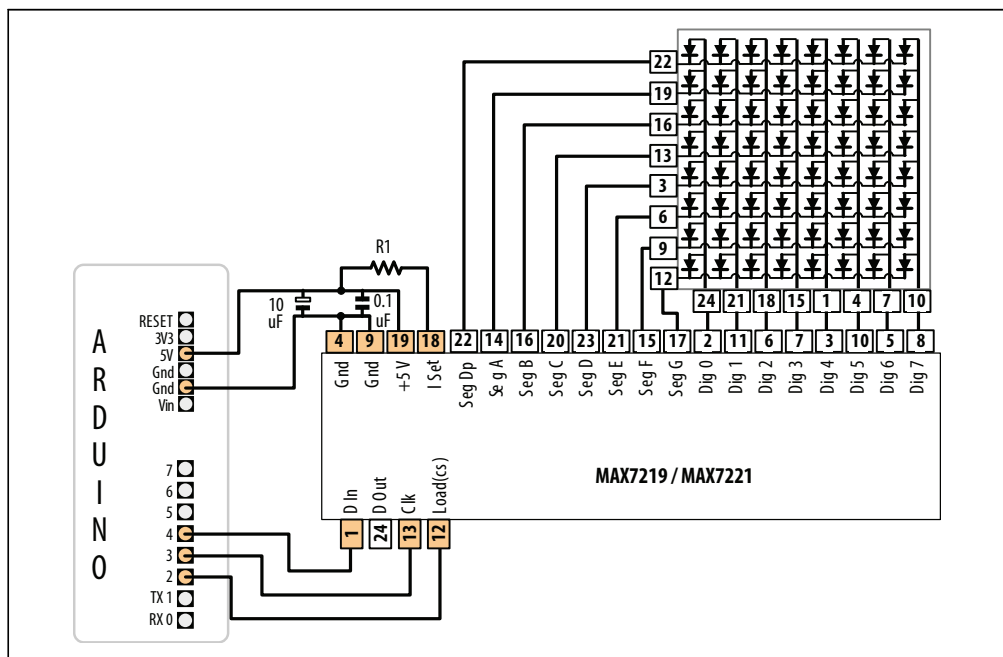

Abbildung 7-15: Ansteuerung einer 8×8-LED-Matrix mit einem MAX72xx
Wie in Rezept 7.12 kann man ein Schieberegister auch nutzen, um die Anzahl der Pins zu reduzieren, die zur Ansteuerung einer LED-Matrix benötigt werden. Diese Lösung nutzt die beliebten LED-Treiber MAX7219 oder MAX7221. Schließen Sie den Arduino, die Matrix und den MAX72xx wie in Abbildung 7-15 an.
Der Widerstand (mit der Bezeichnung R1 in Abbildung 7-15) wird verwendet, um den Maximalstrom zu kontrollieren, der die LED antreibt. Das MAX72xx-Datenblatt enthält eine Tabelle, die eine Reihe von Werten aufführt (siehe Tabelle 7-3).
Die grüne LED in der LED-Matrix aus Abbildung 7-15 hat eine Fluss-Spannung von 2,0 Volt und einen Durchlass-Strom von 20 mA. Tabelle 7-3 gibt 28K Ohm an, doch als kleine zusätzliche Sicherheit ist ein Widerstand von 30K oder 33K eine gute Wahl. Die Kondensatoren (0.1 µf und 10 µf) (DL) 0.1 uf werden benötigt, um Spannungsspitzen zu vermeiden, die beim Ein- und Ausschalten der LEDs auftreten – sehen Sie sich Rezept 17.2 in Anhang C an, wenn Sie mit dem Anschluss von Entstörkondensatoren nicht vertraut sind.